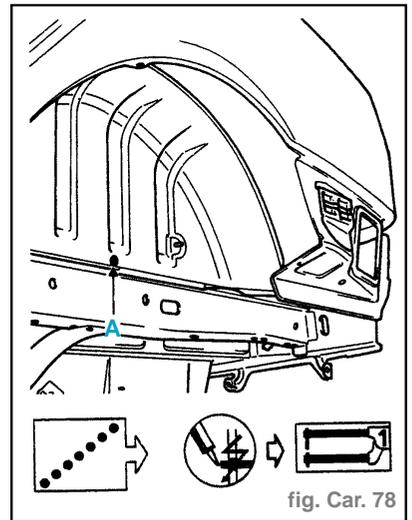

fig. Car. 78
- 1 x 2 points électriques sur épaisseur **0,7 mm** (fig. Car. 78).